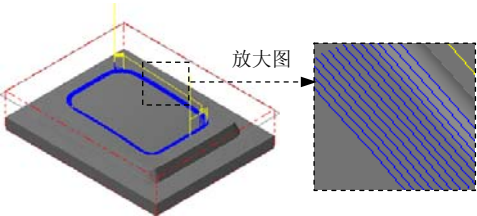

图 5.30 刀具路径
(1) 在“曲面精加工残料清角”对话框中单击 **残料清角精加工参数** 选项卡，在 **大切屑间距 (M)** 文本框中输入值 0.25，在 **残料清角精加工参数** 选项卡的 **切削方式** 下拉列表中选择 **3D环绕** 选项。
(2) 单击 **间隙设置 (G)...** 按钮，在系统弹出的“刀具路径的间隙设置”对话框中选中 **✓ 切削顺序最佳化** 复选框；在 **切弧的半径** 文本框中输入 3.0，在 **切弧的扫描角度** 文本框中输入 90.0。单击 **✓** 按钮，系统返回至“曲面精加工残料清角”对话框。
(3) 单击“曲面精加工残料清角”对话框中的 **✓** 按钮，同时在图形区生成图 5.30 所示的刀具路径。